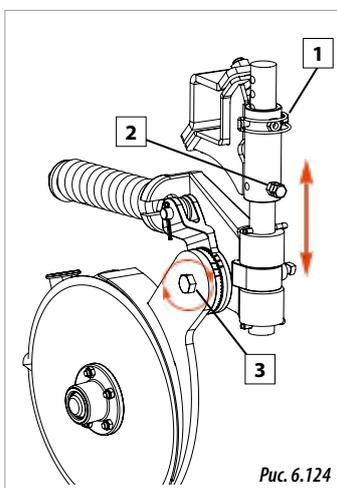

Рис. 6.124
- 1- Достать фиксатор (1, рис. 6.124).
- 2- Ослабить болт (2, рис. 6.124).
- 4- Установить фиксатор в отверстие, чтобы зафиксировать заданное положение (1, рис. 6.124).
- 5- После этого заблокировать штангу болтом и контргайкой (2, рис. 6.124).
- 1- Ослабить крепежный болт сошника (3, рис. 6.124).
- 3- Затянуть крепежный болт (3, рис. 6.124).